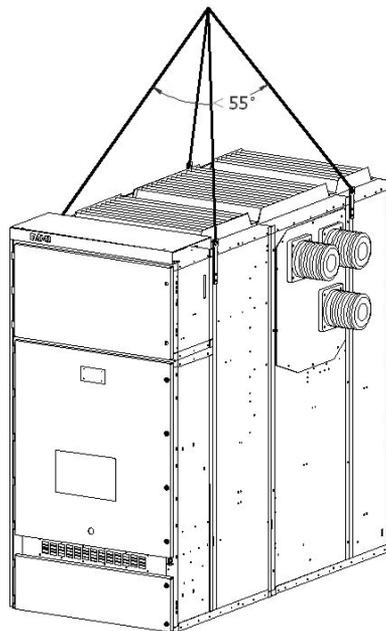

图8 开关柜吊运图
1. 按合同要求交货完毕后，将开关设备安全运至配电室。开箱前应检查箱体是否完好，箱面标志是否正确，查验合格后可开箱，拆除包装。按合同规范检查随机文件，产品及附件、备件是否正确完好，然后按排列图依次将开关设备吊运就位。小车，开关柜必须分别吊运。一般柜重不超过1500kg小车不超600kg,必须使用合格安全的吊具。形成力偶的每对起吊钢缆之间的夹角不得大于55°，如图8所示。
- b. 把等电位弹簧卡的弯角分别插入D型母排中间的两个Ø12.3的孔中，并用力压入，使其安装到位（如图8所示）。